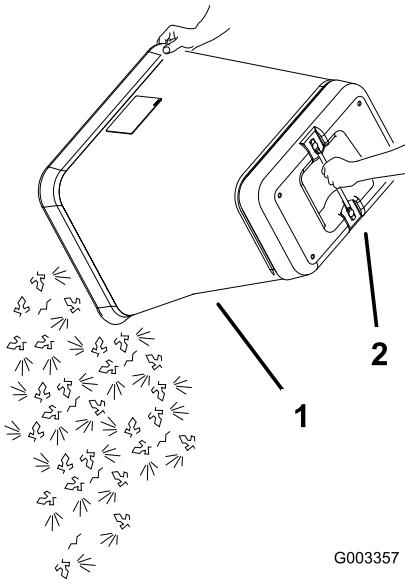

Figure 38
6. Saisissez la poignée située sous le bac et renversez ce dernier pour le vider (Figure 38).